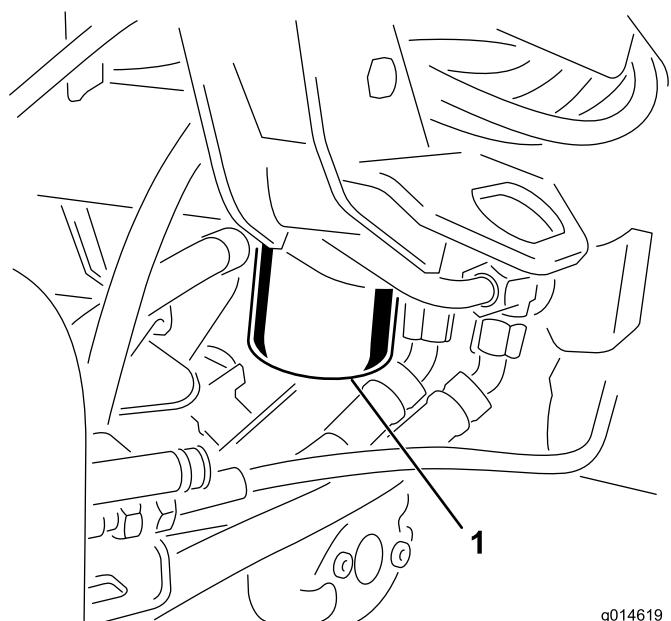

Figura 39
1. Pulite la superficie circostante il filtro (Figura 39). Collocate una bacinella di spурgo sotto il filtro e togliete il filtro.